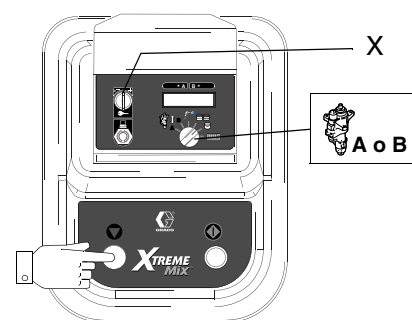

FIG. 12
3. Gire el mando hasta la posición de accionamiento de la bomba A . FIG. 12. Mantenga pulsado el botón Stop  durante unos 5 segundos. Se visualiza la calibración predeterminada (número entre 85000 – 95000).
4. Utilice la llave (X) para cambiar el valor de calibrado al valor que anotó anteriormente.
7. Utilice la llave (X) para cambiar el valor de calibrado al valor que anotó anteriormente.